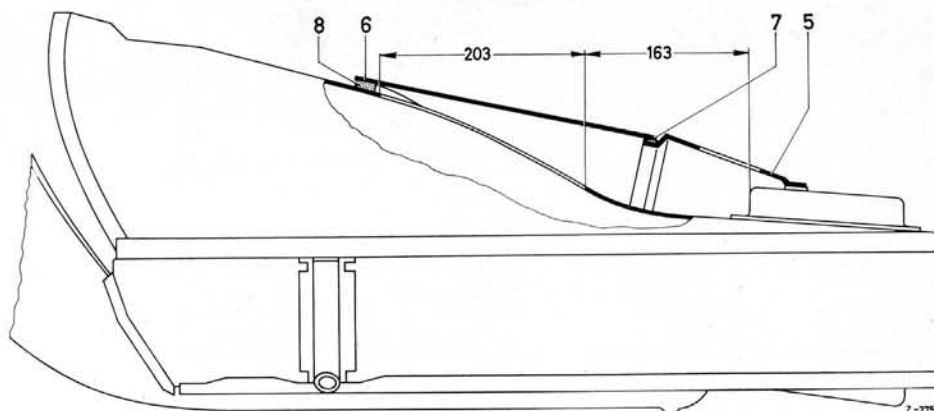

Bild 26-1/2
12. Manschette (19) innen mit Vaseline einfetten und von unten über den Schalthebel (14) auf das Schalthebellager aufschieben (Bild 26-1/1).
13. Schalthebel (14) und Schaltrohr (10), unter Verwendung der Teile Pos. 15 bis 18, miteinander verbinden (Bild 26-1/1).